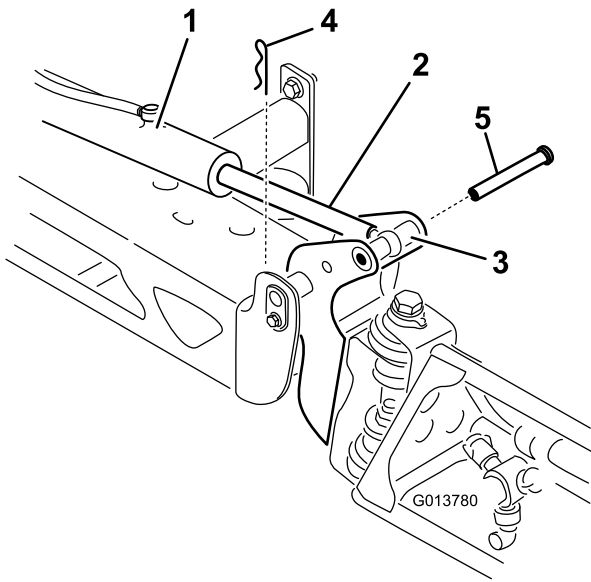

图 66
2. 从枢轴销上拆下发卡销 图 66。
3. 向上提起喷洒臂段拆下柱销然后将喷洒臂段慢慢放到地面上 图 66。
7. 支撑住喷洒臂段将柱销插入喷洒臂段枢轴和提升器杆图 66。